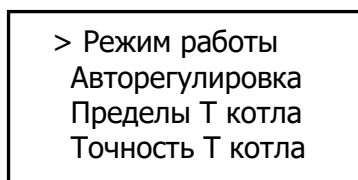

Рис. 12
7.11. Для входа в меню необходимо удерживать нажатой **кнопку Выбор/меню** (см. рис. 7) более 3 сек. Первая страница меню показана на рис. 12.
При перемещении курсора вниз на первой странице меню (см. рис. 12) произойдёт переход на вторую страницу меню: